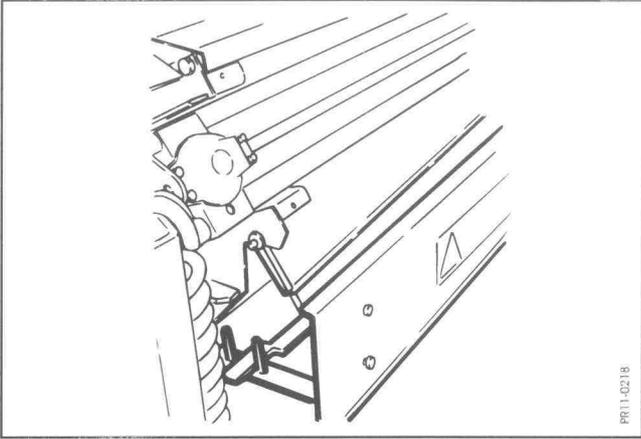

Fig.30
1. **Fig.30** Skærm bag slibeapparat sænkes.